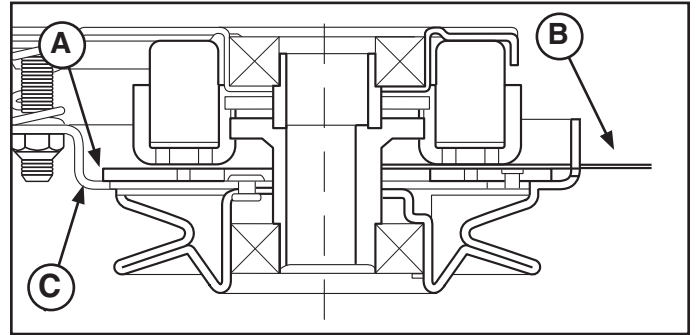

Figura 27
3. Inserte un calibrador de 0,012 - 0,015 pulg. (0.30 - 0.38 mm) (**C**) en cada ventana, posicionando el calibrador entre la cara del rotor y la cara de la armadura como muestra la Figura 27.